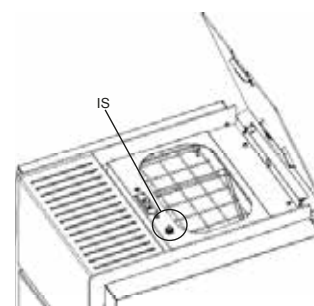

fig. 8.1
**Dopo aver caricato i pellet, assicurarsi di chiudere il coperchio del serbatoio. L'interruttore di sicurezza (solo per i modelli che lo prevedono) verifica che sia chiuso (IS nella fig. 8.1) e attiva un allarme sulla stufa se il coperchio viene lasciato aperto per più di 60 secondi con la stufa accesa.**